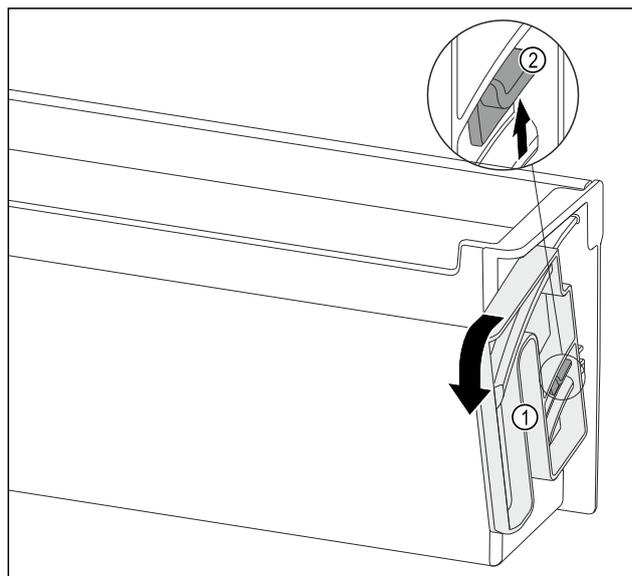

Fig. 112
- ▶ 沿指定方向将旋转单元 Fig. 112 (1) 转动到底。
- ▶ 向上按压凸舌 Fig. 112 (2) 并取出旋转单元 Fig. 112 (1)。